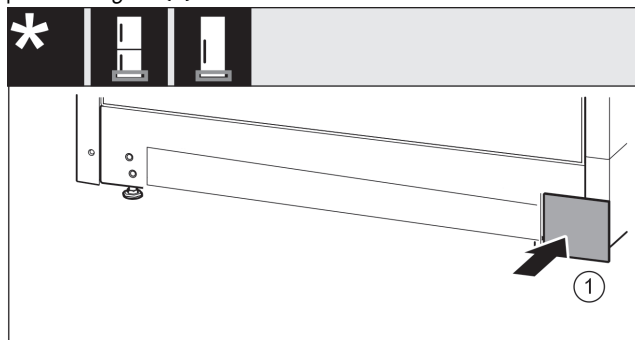

Fig. 18
- Vendosni sërish në vend kapakun mbulues në anën tjetër. Fig. 18 (1)